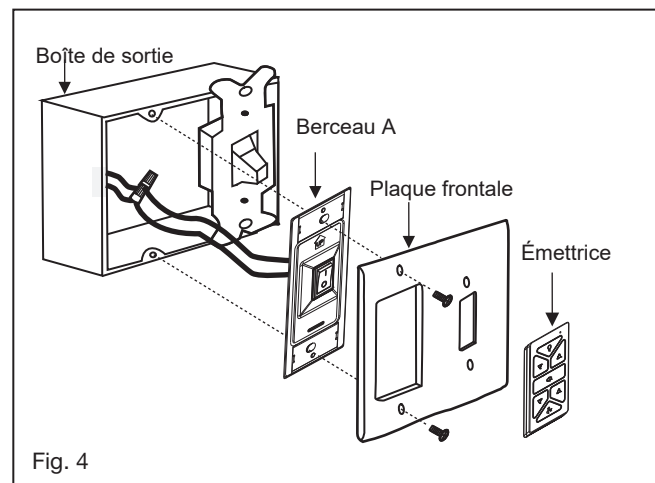

Fig. 4
- 2 Connectez les fils noirs du commutateur dans le berceau A aux fils noirs dans le boîtier de commutation. Fil d'entrée chaud vers l'un des fils du commutateur du socle. Le fil d'alimentation du ventilateur est connecté au fil de l'interrupteur restant. (Fig. 4)
Un flux d'air **VERS LE HAUT** déplace l'air plus chaud hors de la zone du plafond, comme le montre la figure 4. Cela vous permet de régler votre unité de chauffage sur un réglage plus frais sans affecter votre confort.